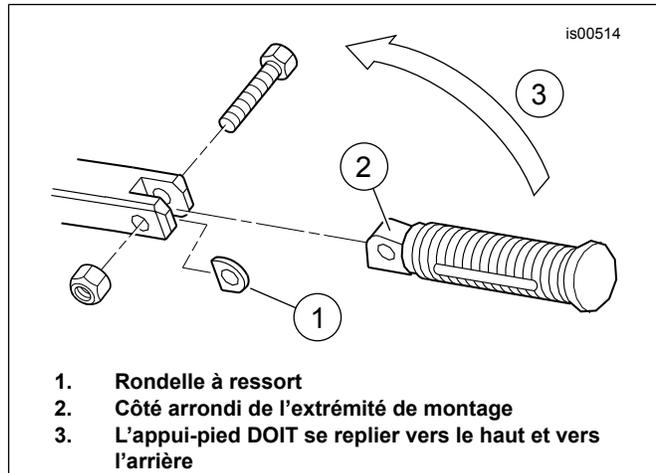

Figure 4. Installation d'appui-pied correcte
- Voir la Figure 4. La rondelle à ressort (1) s'insère entre les mâchoires du support d'appui-pied, ainsi que l'extrémité de montage de l'appui-pied.
- Les appui-pied doivent être installés dans le support avec le côté arrondi (2) de l'extrémité de montage vers l'intérieur. Lorsque les appui-pied sont correctement installés, ils doivent se replier vers le haut (3) à un angle de 45° vers l'arrière de la moto.